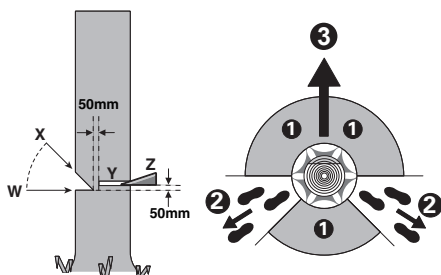

Figura 1
Antes de talar el árbol deberá planificarse y despejarse, si procede, la trayectoria de escape. Dicha vía de escape debe ir diagonalmente en dirección opuesta a la dirección de caída prevista, tal como puede verse en la Figura 1.
Realice un corte de 1/3 del diámetro del árbol en sentido perpendicular a la dirección de caída, tal como se muestra en la figura 1. Realice primero el corte inferior horizontal (W). Con ello se evita que la cadena de sierra o la espada se atasquen al efectuar el corte inclinado de la cuña (X).
Realice el corte de talado (Y), como mínimo, 50 mm más alto que el corte de muesca, tal como puede verse en la figura 1. Sierre el corte de talado paralelamente al corte inferior horizontal de la cuña. Profundice el corte de talado cuidando que quede todavía una costilla que pueda actuar a modo de bisagra. Esta costilla de madera evita que el árbol pueda girarse y se desplome en dirección incorrecta. No sierre esta costilla de madera.